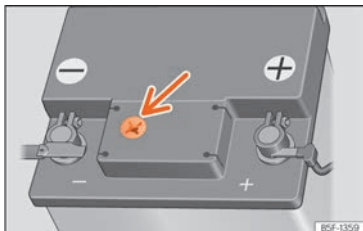

Abb. 210 Sichtfenster an der Oberseite der 12-Volt-Fahrzeugbatterie (Prinzipdarstellung).
- Prüfen Sie die Farbanzeige im runden Sichtfenster an der Oberseite der Batterie »» » **[Abb. 210]**.